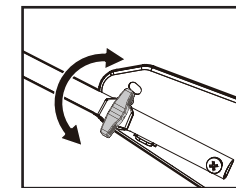

Fig.2C
2. Vissez les boutons de blocage pour fixer la partie inférieure du guidon dans le corps de la machine. (Fig. 2C / Fig. 2D)